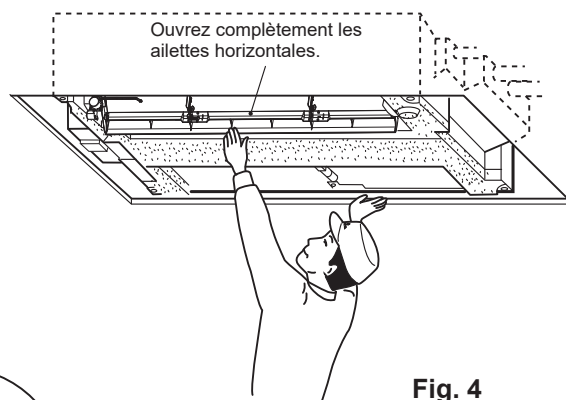

Fig. 4
- Ouvrez complètement les ailettes horizontales de l'unité interne. (Fig. 4)